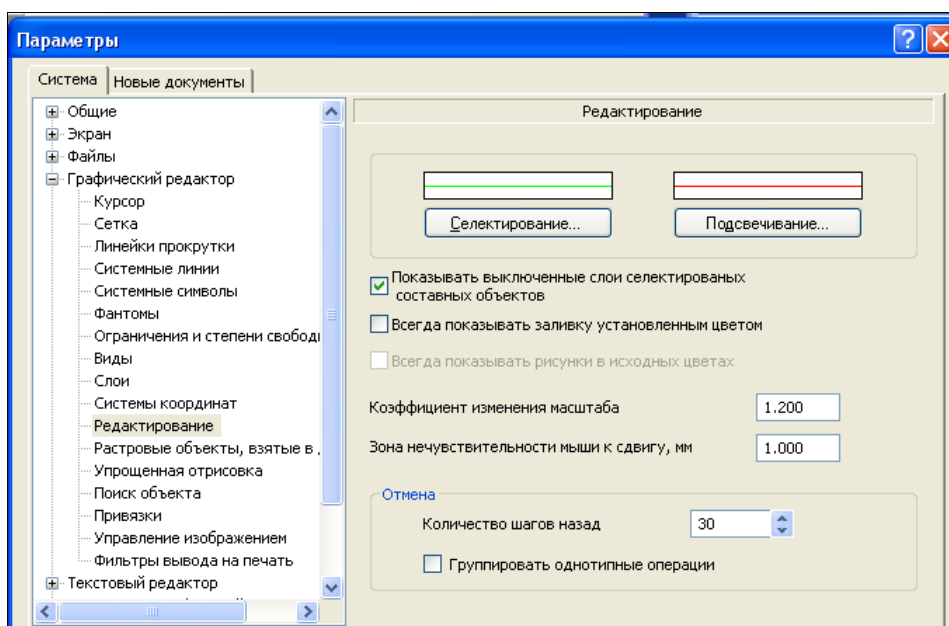

Рис. 15.13. Диалоговое окно **Параметры** с открытой панелью **Редактирование**
- ◆ щелкните ЛК мыши по пункту **Редактирование**. В правой части появилась панель **Редактирование** (рис. 15.13). Для изменения параметров: